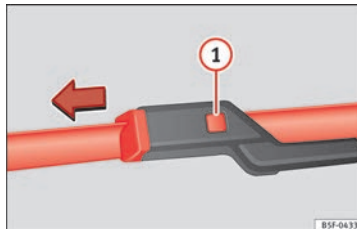

Fig. 78 Cambio de las escobillas del parabrisas.
- Mantenga presionada la tecla de desbloqueo » **fig. 78** **1** tirando ligeramente de la escobilla en el sentido de la flecha.